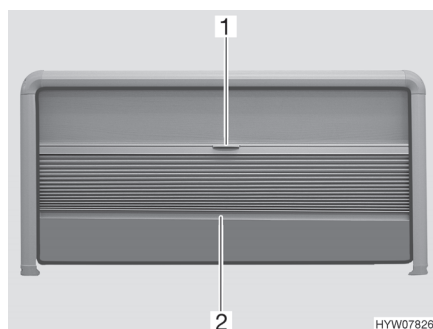

Fig. 13 Estor plegable y mosquitera enrollable (ventana abatible)
*Cerrar:* ■ Cogér el estor plegable por el centro de la tablilla final (Fig. 13,2) y tirar con cuidado hacia abajo.
*Abrir:* ■ Sujetar la tablilla final (Fig. 13,2) del estor plegable por el centro y empujar el estor plegable cuidadosamente hacia arriba.
*Cerrar:* ■ Tirar hacia abajo la mosquitera enrollable (Fig. 13,1) mediante el tirador.
*Abrir:* ■ Empujar completamente hacia arriba la mosquitera enrollable (Fig. 13,1) mediante el tirador.